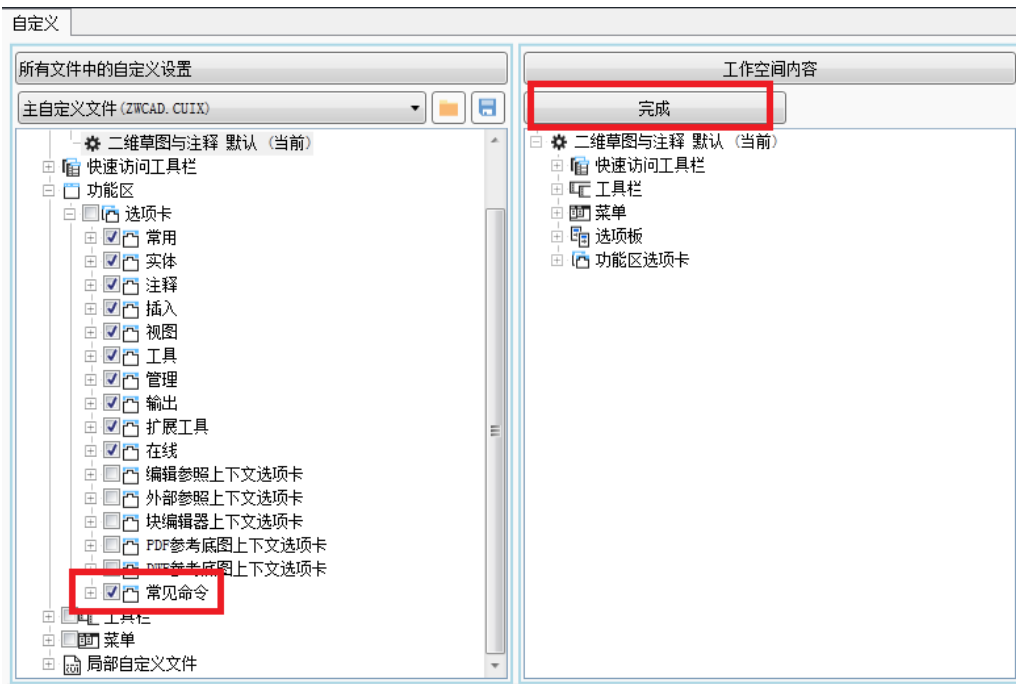

图 2-29 勾选新增选项卡
b) 依次点击“功能区”、“选项卡”旁边的加号 (+) 将其展开，再勾选要添加的选项卡，然后点【完成】按钮，如图 2-29 所示。